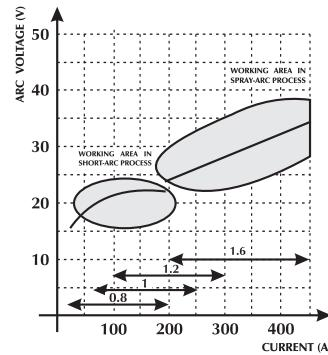

Fig. 2 Diagram over valg af de bedste arbejdskarakteristika.
- Trådens fremføringshastighed afhænger af svejsestrømmen. På Fig. 2 og 3 vises de forhold, der findes mellem de forskellige svejseparametre.